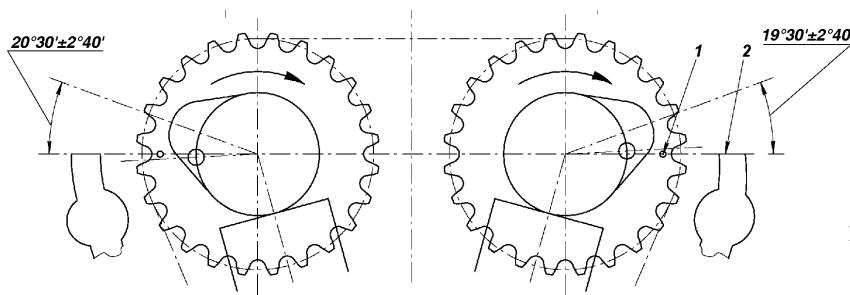
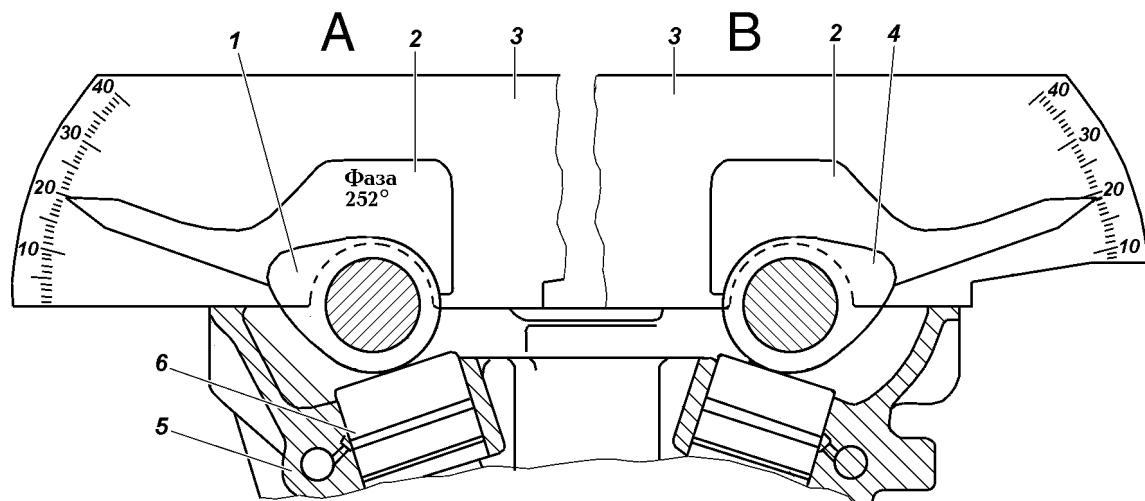

Рис. 4.60. Схема положения распределительных валов при положении поршня первого цилиндра в ВМТ такта сжатия:
Рис. 4.61. Проверка углового положения распределительных валов:
При этом кулачки распределительных валов 1-го цилиндра и метки на звездочках распределительных валов должны расположиться согласно рис. 4.60.
7. Установите транспортир 3 (рис. 4.61) за первым кулачком распределительного вала впускных клапанов (рис. 4.60 вид "А"), расположив его между кулачком и крышкой опоры распределительного вала. Прижмая транспортир 3 к верхней плоскости головки 5 цилиндров, приложите и плотно прижмите шаблон 2 к поверхности первого кулачка. При этом стрелка шаблона должна располагаться на метке транспортира $20^{\circ}30' \pm 2^{\circ}40'$.
Аналогично проведите проверку углового положения первого кулачка распределительного вала выпускных клапанов (рис. 4.61, вид "Б").